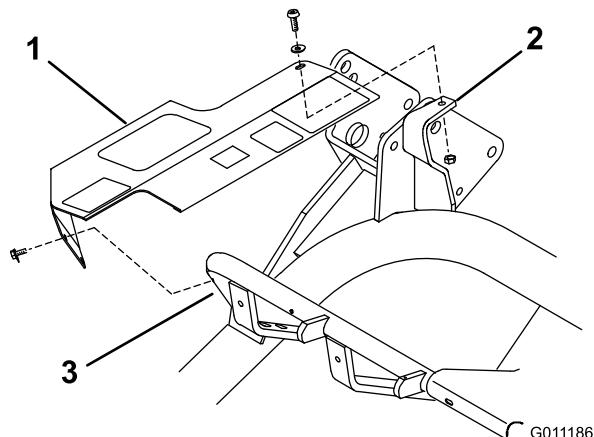

Figure 7
1. Alignez les trous de montage du couvercle avec les trous correspondants dans le tube du bâti et le support de fixation (Figure 7).
2. Fixez sans le serrer l'arrière du couvercle au sommet du support de fixation avec une vis à tête creuse (1/4 x 3/4"), rondelle (1/4 pouce) et un contre-écrou (1/4 pouce) (Figure 7).
3. Fixer sans serrer l'avant du couvercle au tube de bâti avec deux vis auto-taraudeuses (Figure 7). Serrez toutes les fixations du couvercle.